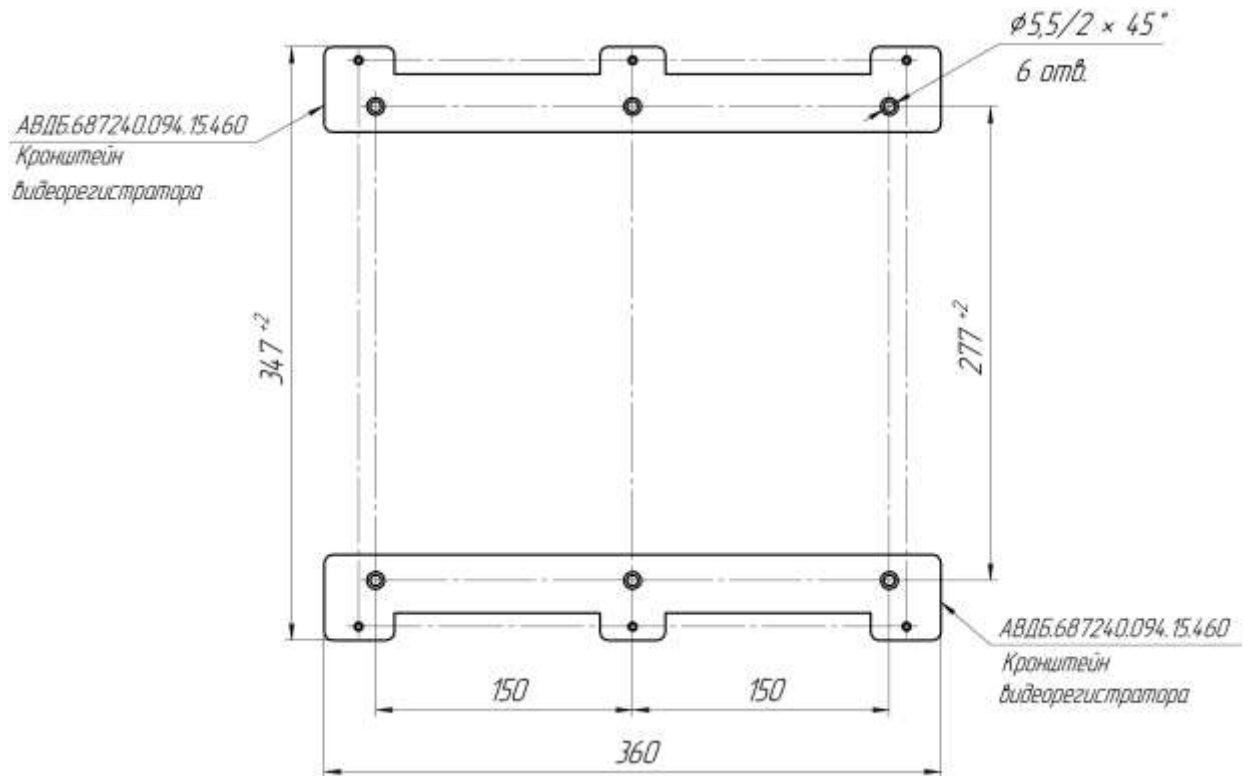

Рис.2 Монтажные размеры установки кронштейнов видеорегистратора ВР-3
4.3.4 При первичной инициализации жестких дисков ВР-3 распознает их как новые и предлагает отформатировать и настроить их (см. АВДБ.687240.094 РЭ Приложение А рисунок 2). Далее происходит инициализация камер видеонаблюдения, первичная инициализация жёстких дисков, процедура самопроверки. Процедура «первичной конфигурации» занимает не более 20 минут (см. АВДБ.687240.094 РЭ Приложение А п.3.5).